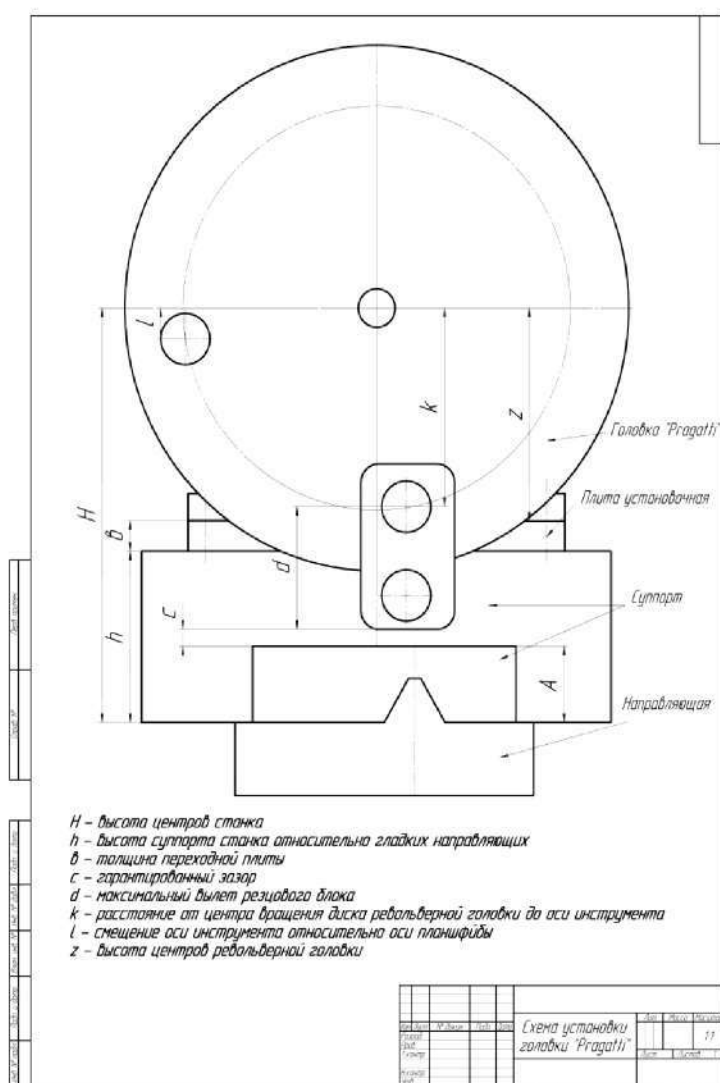

Рис. 1. Схема установки револьверной головки.
- Измерить высоту центра *H* (см. Рис. 1.) шпинделя относительно направляющих с точностью 0,01 мм.